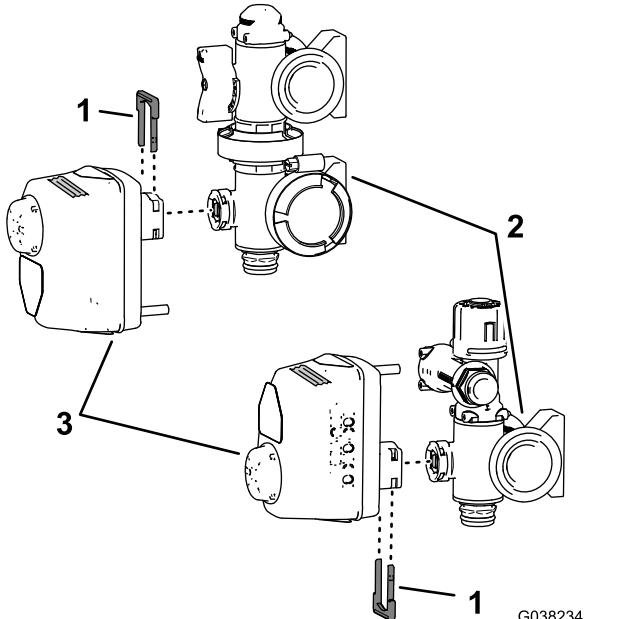

图52
2. 取下将阀门致动器固定至歧管阀的卡环并将致动器与阀门分开 图52。